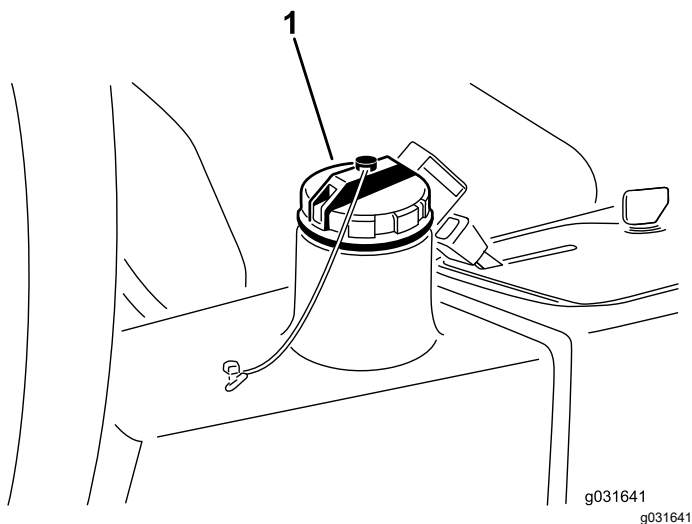

**Bild 66**
2. Klemmen Sie die Hydraulikölleitung ab oder entfernen den Hydraulikölfilter und lassen das Hydrauliköl in ein Auffanggefäß ablaufen (Bild 65 und Bild 66).
3. Montieren Sie die Hydraulikölleitung, wenn kein Öl mehr ausströmt (Bild 66).